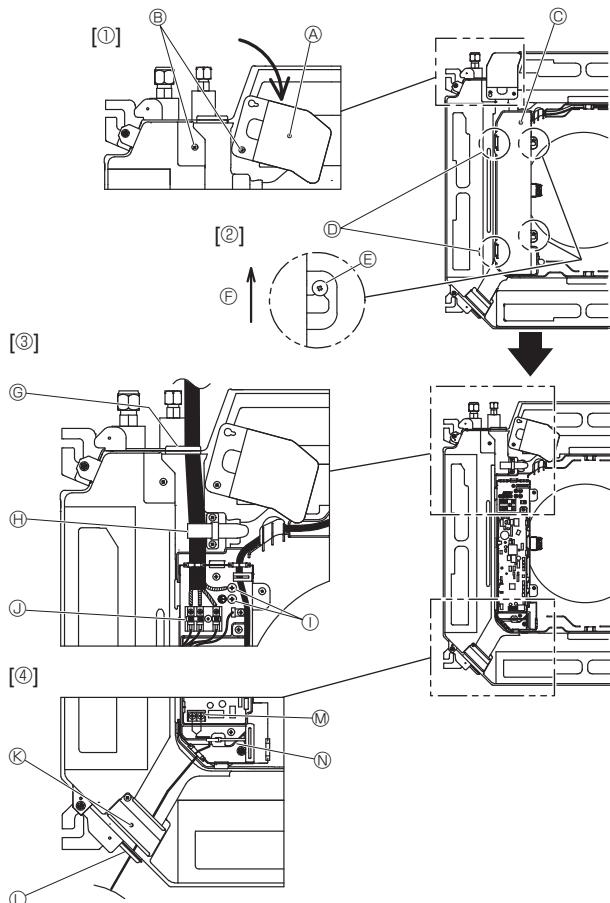
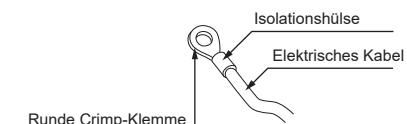
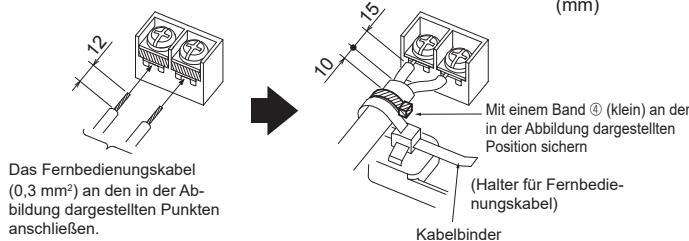

Fig. 6-1
Fig. 6-2
Fig. 6-3
### 6.1. Innenanlage (Fig. 6-1)
- Die beiden Befestigungsschrauben der Kabelblende lösen und dann die Kabelblende drehen. [Fig. 6-1 ①]
- Die beiden Befestigungsschrauben des Elektrokastendeckels lösen und dann den Deckel verschieben. [Fig. 6-1 ②]
- Führen Sie das Netzkabel, das Verbindungskabel für Innen-/Außengerät und den Erdleiter durch die Verdrahtungseingänge in der Abbildung. [Fig. 6-1 ③] Bringen Sie den Ummantelungsabschnitt des Netzkabels und des Verbindungs-kabels für Innen-/Außengerät im Elektrokasten unter. Verwenden Sie runde Crimp-Klemmen für die Innengerät-Außengerät-Verbindungs-klemme und den optionalen Bausatz für die Netzan schlussklemmen. [Fig. 6-2] Wenn Sie keine runden gecrimpten Anschlüsse verwenden können, siehe Fig. 6-3 bis 6-6. Zur Verbindung siehe 6.1.1. und 6.1.2.
- Das Fernbedienungskabel durch die in der Abbildung gezeigten Verdrahtungsein-gänge führen und anschließen. [Fig. 6-1 ④, Fig. 6-3] Zur Verbindung siehe 6.1.1. und 6.1.2.